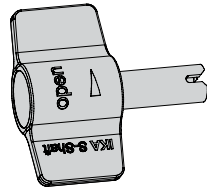

Fig. 1
- Flachschlüssel (siehe **Fig. 1**)
- Schaftschlüssel (siehe **Fig. 1**)
Wird eine intensivere Reinigung erforderlich, kann der Rotor (**4**) mittels der im Werkzeugset des Antriebes enthaltenen Flach- und Schaftschlüssel von der Welle (**2**) abgeschraubt werden. Mit dem Flachschlüssel wird der Rotor festgehalten und durch Drehen der Welle von oben mittels des Schaftschlüssels abgeschraubt (**Fig. 1**).